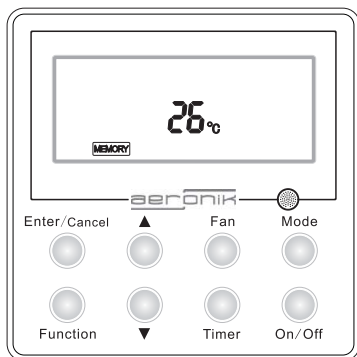
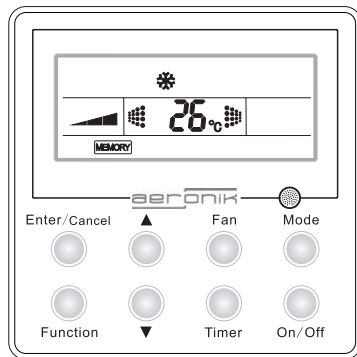

Рис.5 Выключенное устройство
Рис. 6 Включенное устройство
- ♦ На рис. 5 изображено устройство в выключенном состоянии после подачи питания. На рис. 6 изображено включенное устройство после подачи питания.